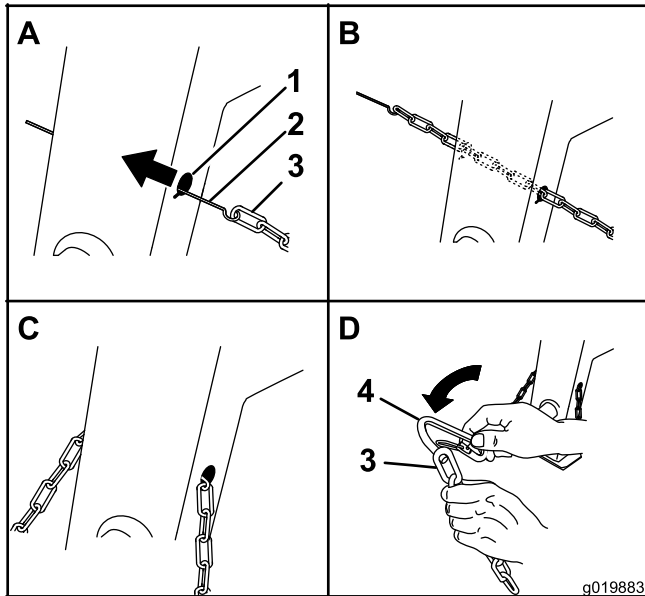
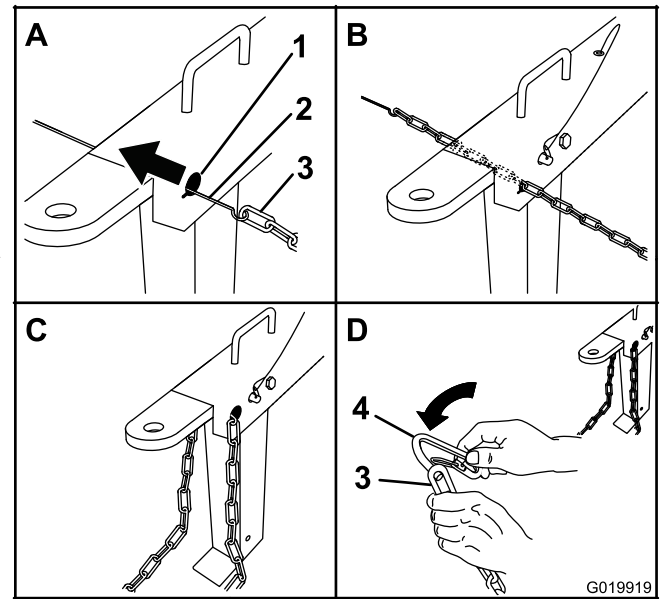

Figura 8
Figura 9
1. Forme un gancho en el extremo de un trozo de varilla flexible o alambre (no incluido), e introdúzcalo a través de ambos orificios en forma de bocallave de la pata delantera de la máquina (Figura 8 e Figura 9).
2. Enganche la cadena de seguridad en la varilla o el alambre (Figura 8 e Figura 9).
3. Tire de la varilla o del alambre con la cadena a través de ambos orificios de bocallave (Figura 8 e Figura 9).
1. Alinee el conector con el último eslabón de la cadena de seguridad (Figura 8 y Figura 9).
2. Pase el conector por el eslabón de la cadena hasta que se cierre (Figura 8 y Figura 9).